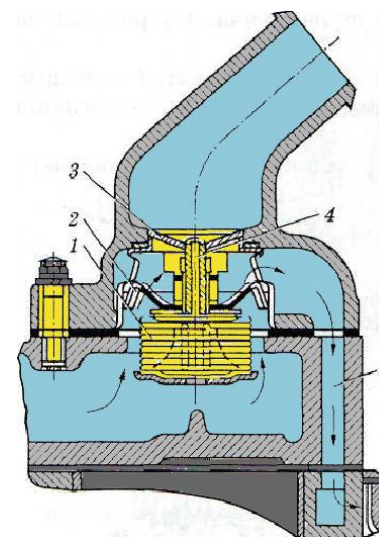

Рис. 4
7. Термостат з рідким наповнювачем (рис. 4) складається з: